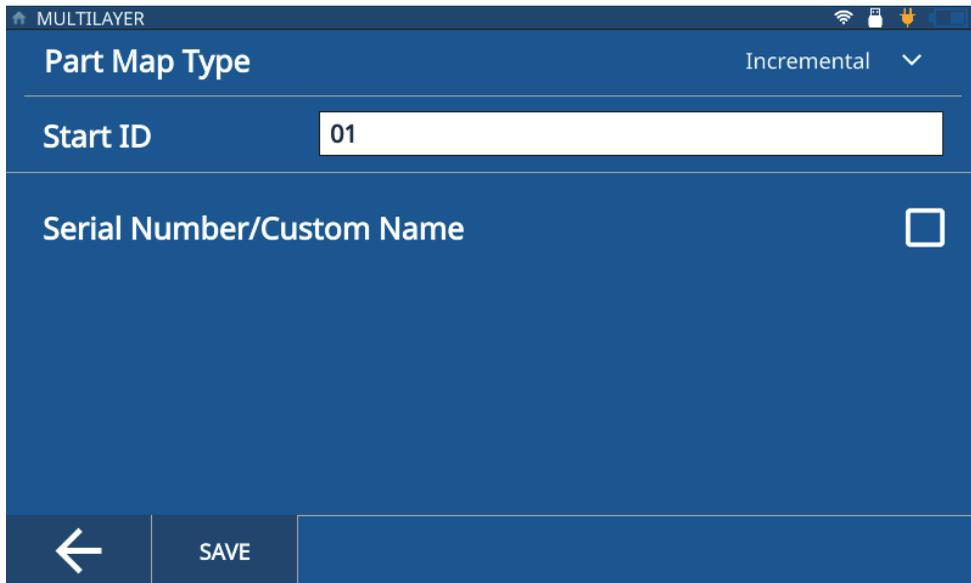

Figure 3-1 Type incrémentiel
Le type incrémentiel vous permet de définir un identifiant (ID) de début (**Start ID**). Les fichiers incrémentent ensuite de 1 chaque mesure prise au moyen du mesureur d'épaisseur (Figure 3-1 à la page 28). Le mesureur suppose la valeur de l'ID de fin en fonction du nombre de chiffres saisis pour l'ID de début.